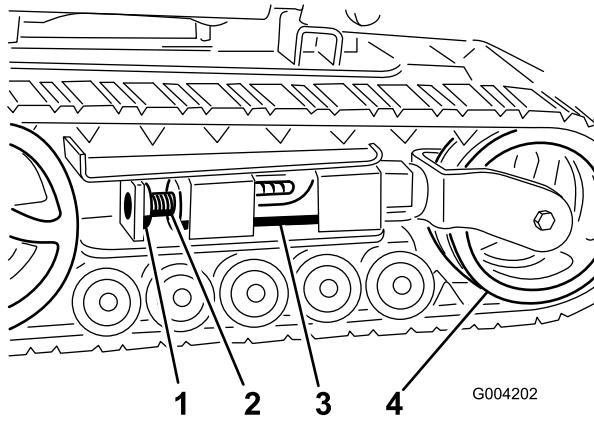
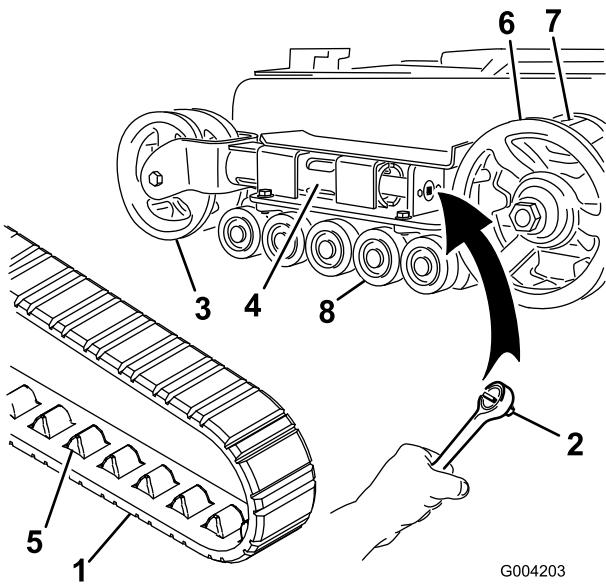
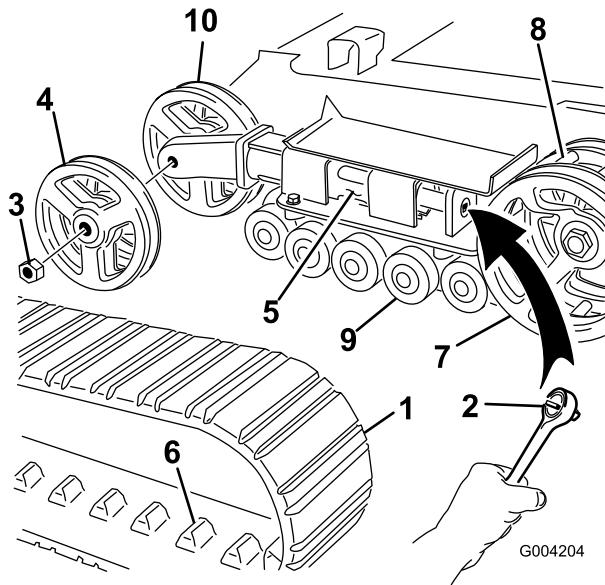

Figura 45
Figura 46
Figura 47
5. Allineare l'intaglio più vicino della vite di tensione al foro del bullone di bloccaggio e fissare la vite con il bullone di bloccaggio e il dado (Figura 45).
3. Togliere il bullone di bloccaggio e il dado (Figura 45).
4. Utilizzando una chiave a bussola (1/2 poll.), rilasciate la tensione di trasmissione ruotando la vite di tensione in senso orario (Figura 45 e Figura 46).
5. Spingere la ruota di tensione verso il retro dell'unità in modo da spostare il tubo di tensione contro il telaio (Figura 46). (se non riesce a toccare il telaio, continuare a girare la vite di tensione fino ad ottenere il contatto).
7. Quando il cingolo è staccato dalla ruota di tensione, rimuovetelo dai denti di trasmissione e dalle ruote non motrici (Figura 46).
8. Avvolgete il nuovo cingolo iniziando dalla ruota conduttrice e controllando che i denti del cingolo si alloggino tra i distanziali della ruota stessa (Figura 46).
9. Spingere il cingolo sotto e tra le ruote non motrici (Figura 46).
4. Utilizzando una chiave a bussola (1/2 poll.), rilasciate la tensione di trasmissione ruotando la vite di tensione in senso orario (Figura 45 e Figura 47).
5. Spingere la ruota di tensione verso il retro dell'unità in modo da spostare il tubo di tensione contro il telaio (Figura 47). (se non riesce a toccare il telaio, continuare a girare la vite di tensione fino ad ottenere il contatto).
6. Togliere il dado di fissaggio della ruota di tensione esterna e rimuovere la ruota (Figura 47).
7. Togliere il cingolo (Figura 47).
8. Togliere il dado di fissaggio della ruota di tensione interna e rimuovere la ruota (Figura 47).
12. Montare la ruota di tensione interna e fissarla con il dado tolto in precedenza (Figura 47).
14. Montare il nuovo cingolo, accertandosi che gli attacchi del cingolo si inseriscono tra i denti al centro della ruota conduttrice (Figura 47).
15. Montare la ruota di tensione esterna e fissarla con il dado tolto in precedenza (Figura 47).
6. Collegare il tappo ingrassato della ruota non motrice sulla testa del bullone (Figura 46).
7. Fissare il tappo della ruota con l'anello elastico (Figura 46).